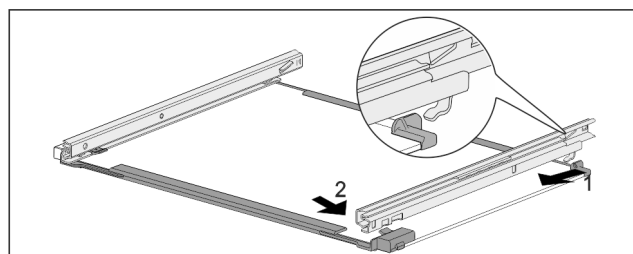

Fig. 206 Staklena ploča s vodilicama
- ▶ Zakvačite vodilicu sa stražnje strane. Fig. 206 (1)
- ▶ Uglavite vodilicu s prednje strane. Fig. 206 (2)